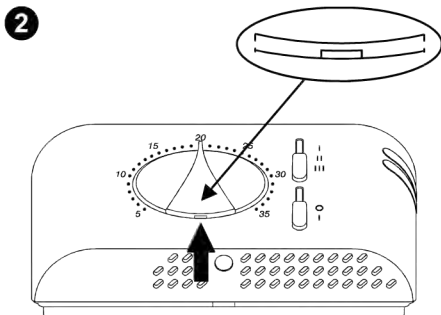

Рис.3
2. Оба переключателя расположить внизу, а ручку расположить на отметке 20 °С. После приподнять крышку, вставив отвертку в отверстие , как показано на Рис.3. Аккуратно производите действие, чтобы не повредить пластик.